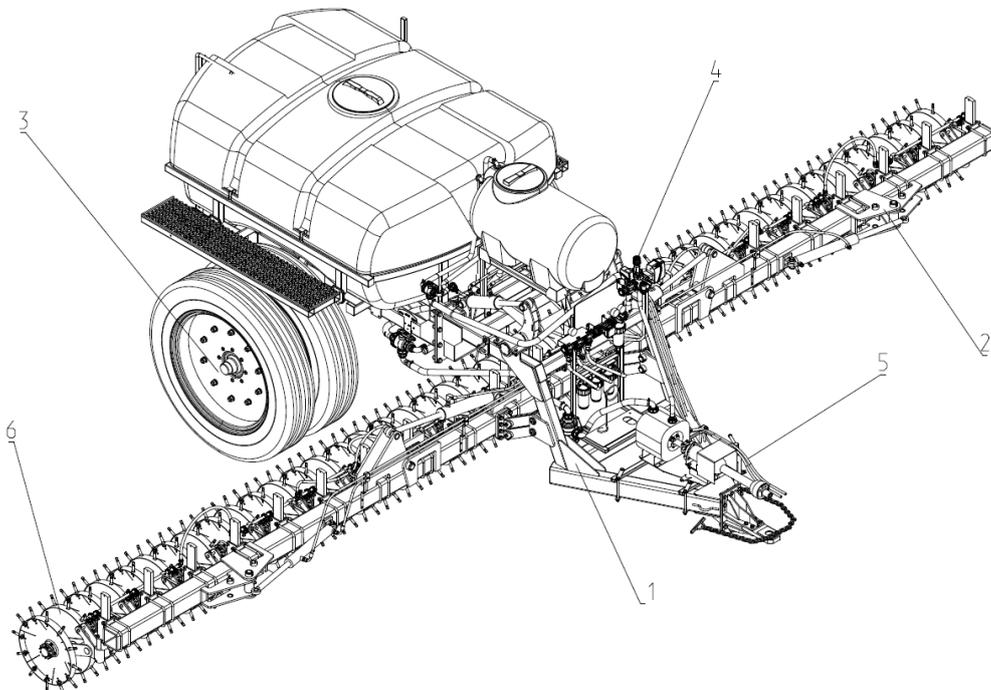

Рис. 1 Инъектор полевой "HARRIER" (ИП-10 "Лунь"). Общий вид.
2.1. Инъектор полевой "HARRIER" (рис. 1 и 1а) состоит из саницы предназначенной для присоединения машины к тяговому устройству трактора, на санице посредством тяг закреплен носитель 2 с секциями рабочих органов 6. К санице присоединена тележка в сборе 3. Внесение КАС осуществляется системой внесения 4. Подъем секций рабочих органов из рабочего положения и наоборот обеспечивается гидроцилиндрами соединенных с гидрооборудованием трактора при помощи гидросистемы 5. Саница инъектора при установке на стоянку опирается на стояночную опору.
Рис. 1а Инъектор полевой "HARRIER" (ИП-10 "Лунь"). В транспортном положении